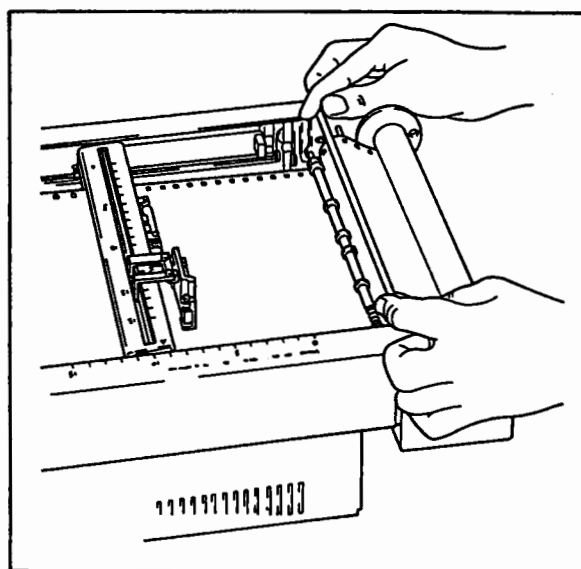

図 3.23
(1) ロール記録紙ストック部から記録紙を引き出し図 3.23 のように紙押えを上げ、その下に記録紙を通します。そのときチャートの先端から 3~5cm の部分を上に折り曲げると楽に通せます。